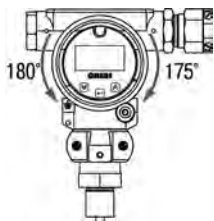

Рисунок 3.3 – Поворот ЖКИ
2. Взяться за выступающую часть корпуса блока индикации и повернуть его на требуемый угол (см. рисунок 3.3).